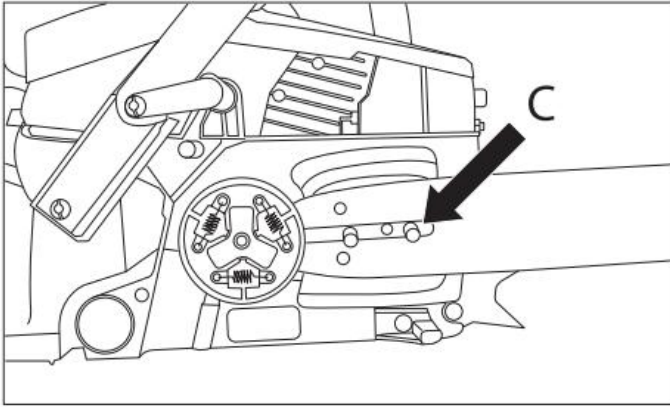

Fig. 5
4. Installez la barre de sorte que la fente de la barre soit alignée avec les deux boulons (C) (fig. 5).